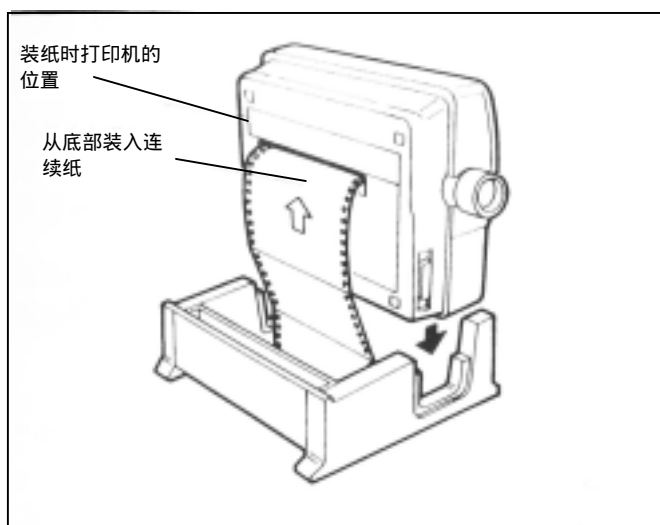

图 3-13 从打印机底部装入打印纸
4. 将打印机后部朝下放置（见图 3-13）。
5. 从打印机底部的槽中装入连续纸或标签纸，见图 3-13。拉动该打印纸，使其露出 4~5 英寸的长度。一定要使该打印纸遮住缺纸传感器（该传感器距离打印机左边有 2 英寸）。